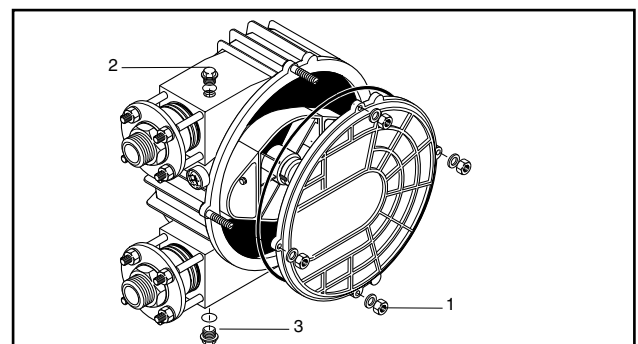

Рис. 27 Головка насоса
**IP 400–800:** Вставьте сначала вентиляционную трубку (с всасывающей стороны) в маленькое отверстие в шланге и вложите в канавку установочного кольца (рис. 27). Другой конец вставьте в угловой соединитель и затяните закрепляющей гайкой.
3. Вывинтить резьбовую пробку (поз. 2, рис. 27), отвинтить колпачок маслоспускного клапана (поз. 3, рис. 27) и дать стечь смазывающей жидкости в емкость.
4. Отвинтить 4 крепежные гайки (поз. 1, рис.27), снять крышку насоса и уплотнительное кольцо круглого сечения и дать стечь оставшейся смазывающей жидкости из корпуса насоса в приемный резервуар.